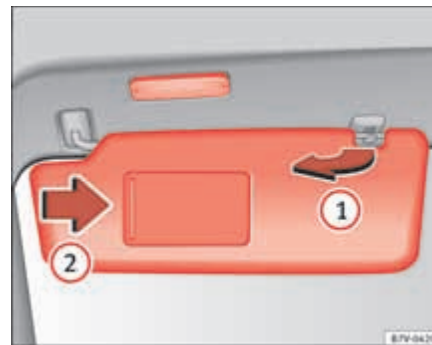

Abb. 64 Sonnenblende.
- Aus der Halterung herausziehen und zu der Tür schwenken ⇒ Abb. 64 ①.
In der heruntergeklappten Sonnenblende befindet sich hinter einer Abdeckung ein Make-up-Spiegel. Beim Aufschieben der Abdeckung ⇒ Abb. 64 ② leuchtet eine Leuchte auf.